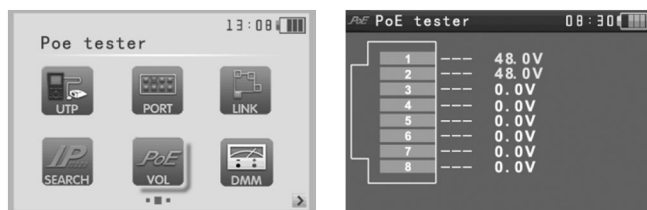

Рис.29 Подменю **POE tester**
2. С помощью кнопок  выберите подменю  и нажмите  (Рис.29).
На экране тестера отобразится напряжение, и по каким жилам UTP-кабеля оно передается (Рис.29).